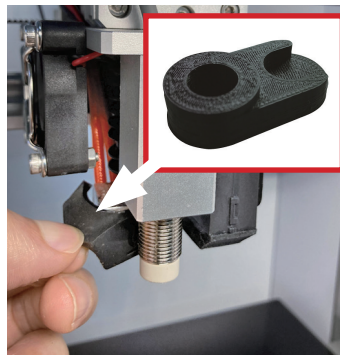

Fig. 2
5. Posizionare lo strumento di calibrazione del sensore Z sotto il sensore Z e l'ugello. Si veda fig. 2.